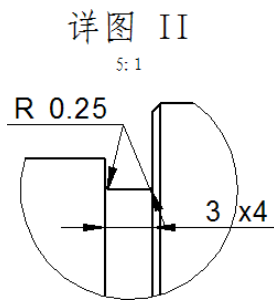

图 10.2.38 标注局部放大视图 2 尺寸 2
(3) 然后单击“前缀”按钮 ，在“尺寸前缀”对话框中 **后缀 U:** 下面的文本框中输入“x4”，标注图 10.2.38 所示的尺寸。